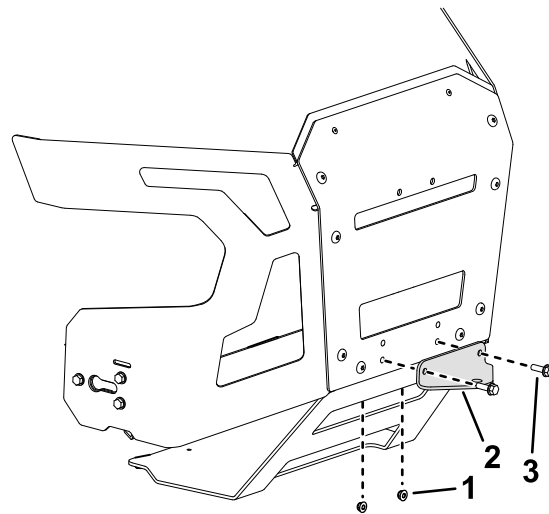

Figura 12
- Rimuovete i 2 bulloni, i 2 dadi e la staffa di attacco preesistenti dalla parte inferiore della protezione posteriore (Figura 12).